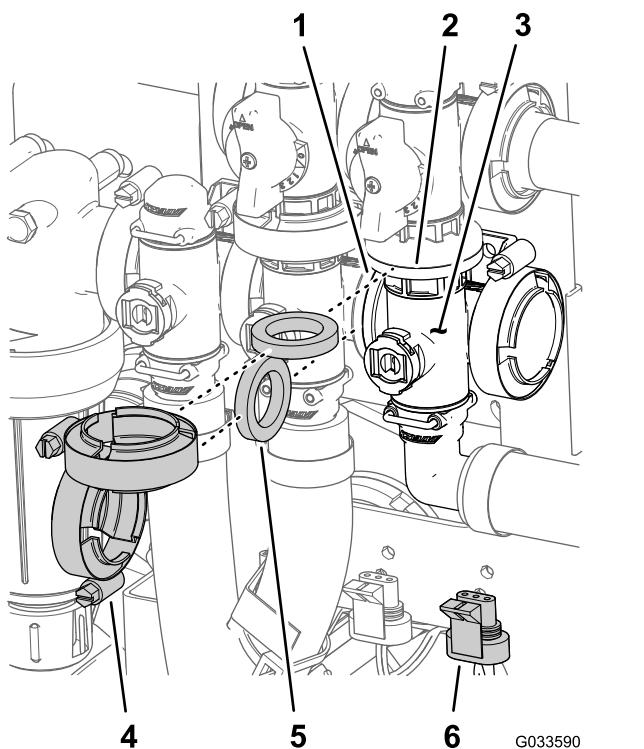

Figura 117
1. Retire as braçadeiras de flange e as juntas que fixam o coletor da válvula da rampa principal (Figura 117) à válvula de derivação da rampa principal, válvula de agitação e cotovelo flangeado de 90° (na extremidade do tubo do fluxímetro).